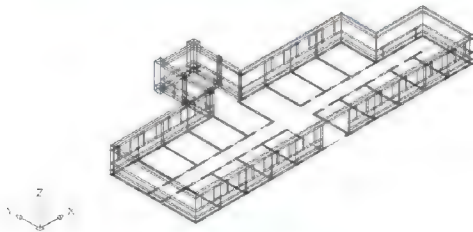
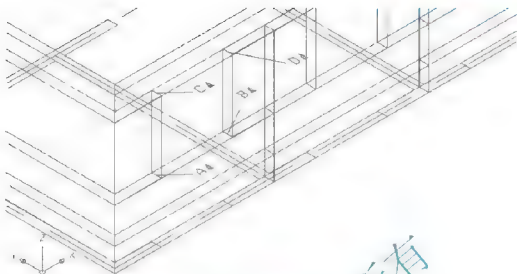

图 6.16 绘制窗上部墙体
图 6.17 调整视图
(1) 用【ELEV】命令绘制窗上部墙体。
① 在命令行输入“ELEV”后按 Enter 键。
② 在指定新的默认标高 0.0000 提示下, 按 Enter 键, 表示当前标高为“0”, 即多段线的起点设在 XY 平面上。
③ 在指定新的默认厚度 0.0000 提示下, 输入“600”, 表示当前厚度为 600mm, 即窗上部墙体的高度。
(2) 启动【多段线】命令, 此时当前线宽仍为“默认”。
① 在指定起点提示下, 捕捉宿舍楼的任一转角点。
② 在指定下一点或 [圆弧(A)/闭合(C)/半宽(H)/长度(L)/放弃(U)/宽度(W)]: 提示下, 依次捕捉宿舍楼的其他转角点, 最后输入“C”后按 Enter 键结束命令, 结果如图 6.16 所示。
将当前层切换为【门窗框】图层, 并打开图6.16所示的图形文件, 用【窗口缩放】命令将视图调整至图6.17所示的状态。
(1) 在命令行输入“UCS”后按Enter键, 执行【UCS】命令设置当前用户坐标系。
① 在指定 UCS 的原点或 [面(F)/命名(N)/对象(OB)/上一个(P)/视图(V)/世界(W)/X/Y/Z/Z轴(ZA)] 世界 : 提示下, 输入“3”, 表示用3点来定义用户坐标系。
② 在指定新原点 0, 0, 0 : 提示下, 用端点捕捉如图6.17所示的A点作为新用户坐标的原点。
③ 在在正 X 轴范围上指定点 202, 281, 150 : 提示下, 用端点捕捉如图6.17所
④ 在 UCS XY 平面的正 Y 轴范围上指定点 (101, 282, 150. >: 提示下, 再次用端点捕捉如图 6.17 所示的 C 点, 则 A 点和 C 点的连线即为新用户坐标系的 Y 轴, 其方向为由 A 点到 C 点。
(1) 启动【多段线】命令 (快捷键 PL)。
(2) 在指定起点: 提示下, 捕捉如图 6.17 所示的 B 点作为多段线的起点。
(3) 在指定下一个点或 [圆弧(A)/半宽(H)/长度(L)/放弃(U)/宽度(W)]: 提示下, 输入“W”后按 Enter 键。
(4) 在指定起点宽度 0.0000 : 提示下, 输入“160”后按 Enter 键。
(5) 在指定端点宽度 160.0000 : 提示下, 按 Enter 键执行尖括号内的默认值“160.0000”。
(6) 在指定下一点或 [圆弧(A)/闭合(C)/半宽(H)/长度(L)/放弃(U)/宽度(W)]: 提示下, 依次捕捉如图 6.17 所示的 A 点、C 点和 D 点。